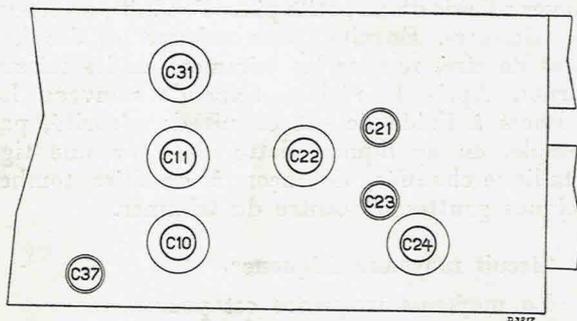

Fig. 4
6. Régler C24 et C21 sur la puissance de sortie maximum (voir fig. 4).
8. Régler C23 et C22 sur la puissance de sortie maximum (voir fig. 4).